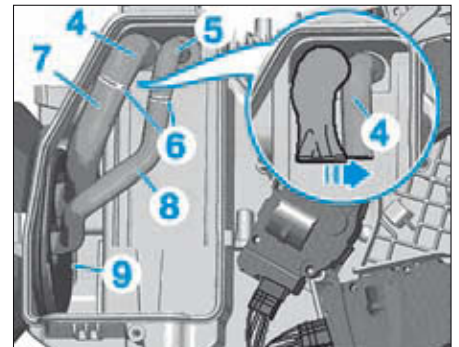

FIG. 17
- Sectionner les deux canalisations de l'évaporateur (4) et (5) aux points repérés en (6) (Fig.17).
- Déposer les canalisations sectionnées (7) et (8) de l'entretoise de passage dans le tablier (9).
- Plier la partie de la canalisation (4) vers l'évaporateur de façon à ce qu'elle n'entrave pas la dépose de l'évaporateur.